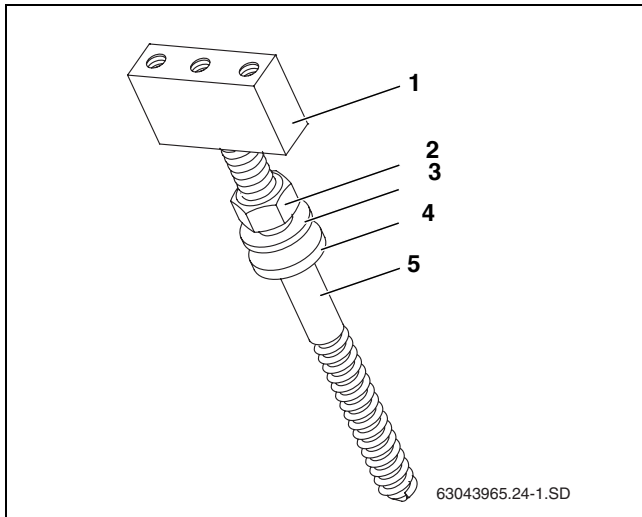

Рис. 22 Порядок сборки шпильки
- ▶ При установке шпилек соблюдайте последовательность сборки (рис. 22).
- ▶ Заверните до упора бобышку (рис. 22, [1]) на шпильке (рис. 22, [5]).